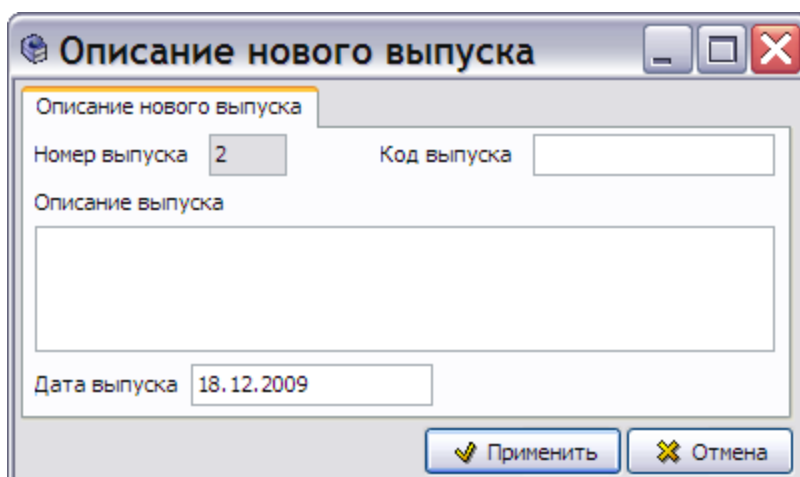

Рис. 23.47
4. Нажмите на кнопку **Обновить**. После этого откроется окно **Описание нового выпуска** (Рис. 23.47).